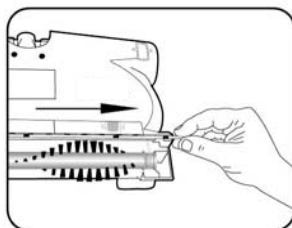

Fig. 15
11. Para reemplazar la escobilla de goma, siga las instrucciones anteriores para quitar los engranajes y remueva la escobilla de goma deslizándola de izquierda a derecha. (Fig. 15).